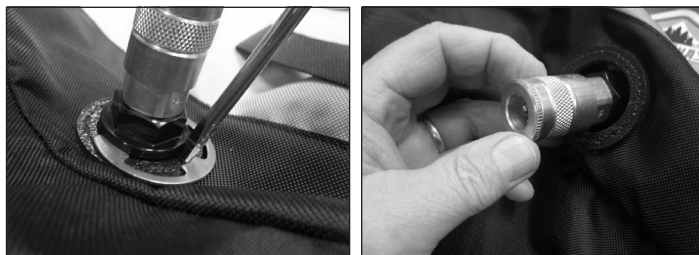

Figure 3.
3. À l'aide d'un tournevis à lame plate, forcer l'anneau de retenue à l'extérieur de la rainure du raccord de sortie de la doublure et pousser le raccord rapide et la doublure à l'intérieur du sac à dos. **(Voir la Figure 3.)**